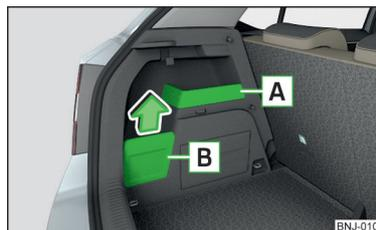

Fig. 99
- La pieza de equipaje colgada en el gancho, si es posible, colocarla en el compartimiento guardaobjetos **B** » fig. 99 de la pág. 90, de lo contrario existe peligro de daño de la tapa del compartimiento guardaobjetos.
- Si se coloca en el gancho una pieza de equipaje con un peso de más de 2,5 kg, entonces recomendamos retirar la tapa del compartimiento guardaobjetos **B** » fig. 99 de la pág. 90, de lo contrario existe el peligro de daño de la tapa del compartimiento guardaobjetos.
Compartimentos guardaobjetos » fig. 99
» Retire la cubierta del compartimiento guardaobjetos **B** en el sentido de la flecha » fig. 99.
El compartimiento guardaobjetos **A** » fig. 99 sirve para guardar objetos pequeños de hasta 1,5 kg de peso total.